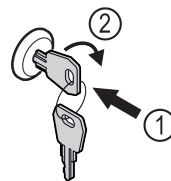

Fig. 171
- ▶ Introduceți cheia prin apăsare. Fig. 171 (1)
- ▶ Rotiți cheia cu 90° în sensul acelor de ceasornic. Fig. 171 (2)